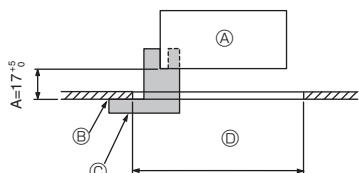
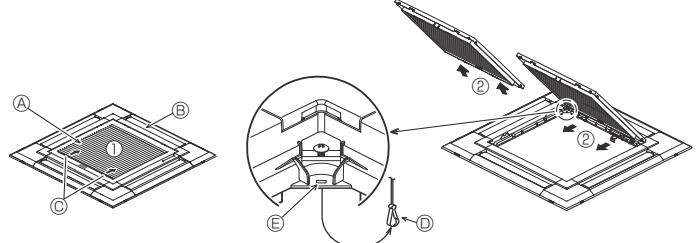
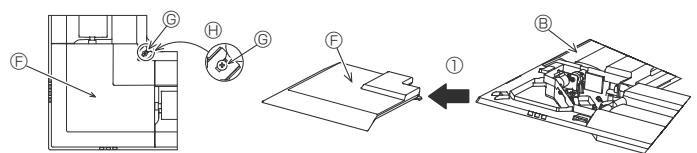

Fig. 9-2
Fig. 9-3
Fig. 9-4
① Grille	1	950 x 950 (mm)
② Modello per l'installazione	1	(Diviso in 4 parti)
③ Telecomando senza fili	1	per PLP-6EALM
④ Supporto del telecomando	1	Incluso se è in dotazione il telecomando wireless.
⑤ Batterie AA LR6	2	Incluso se è in dotazione il telecomando wireless.
⑥ Viti autofilettanti da 3,5 x 16	2	Incluso se è in dotazione il telecomando wireless.
9.2. Preparazione dell'attacco della griglia (Fig. 9-2)
- Utilizzando il modello ② fornito con questo kit, regolare e controllare la posizione dell'unità principale rispetto alla superficie del soffitto. Se l'unità principale non è posizionata correttamente rispetto alla superficie del soffitto, potrebbero derivarne perdite d'aria o la formazione di condensa.
- Ⓒ Modello per l'installazione ② (inserito nell'unità principale)
9.2.1. Rimozione della griglia di ingresso (Fig. 9-3)
- Far scorrere le leve nella direzione indicata dalla freccia ① per aprire la griglia di ingresso stessa.
- Con la griglia di ingresso in posizione "aperta", rimuovere la cerniera della griglia stessa, come indicato dalla freccia ②.
9.2.2. Rimozione del pannello angolare (Fig. 9-4)
- Allentare le 4 viti nell'angolo. Far scorrere il pannello angolare nella direzione della freccia ① in figura e rimuovere il pannello.
[Fig. 9-3] [Fig. 9-4]